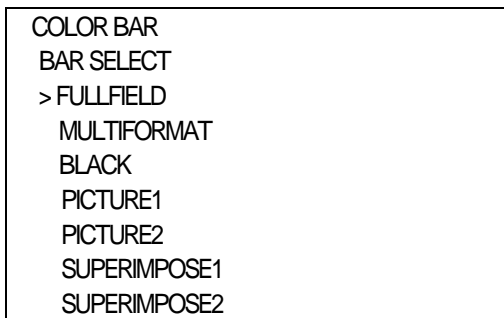

図4-3オンスクリーンメニュー (BAR SELECT例) 1
- 1)COLOR BARメニューで「BAR SELECT」を選択し、**ENTER**ボタンを押すと図4-3のような設定メニューが表示されます。